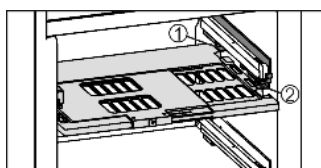

Fig. 12
- ▶ Inserimento della piastra di regolazione dell'umidità: inserire le nervature del coperchio della piastra dal basso nel supporto inferiore Fig. 12 (1) e inserire anteriormente nel supporto Fig. 12 (2).